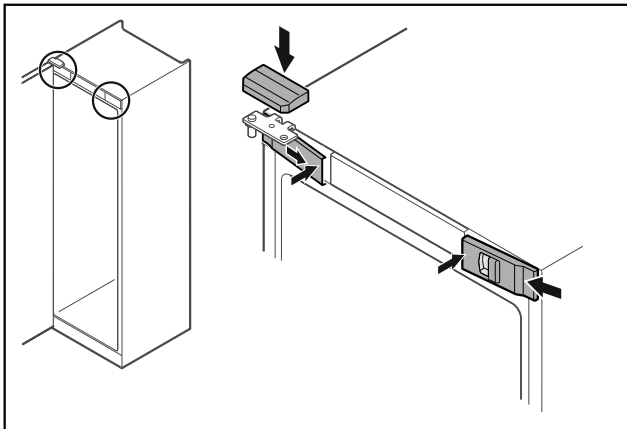

Fig. 46
- Agganciare le coperture anteriori Fig. 46 (1) di lato e innestarle all'interno.
- Innestare la copertura superiore Fig. 46 (2) dall'alto.